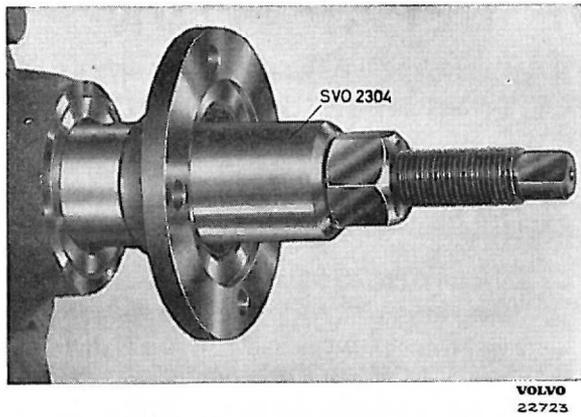

Fig. 16. Remontage du flasque d'accouplement
4. Remonter le flasque en se servant de l'outil SVO 2304, Fig. 16. Remonter les autres pièces.